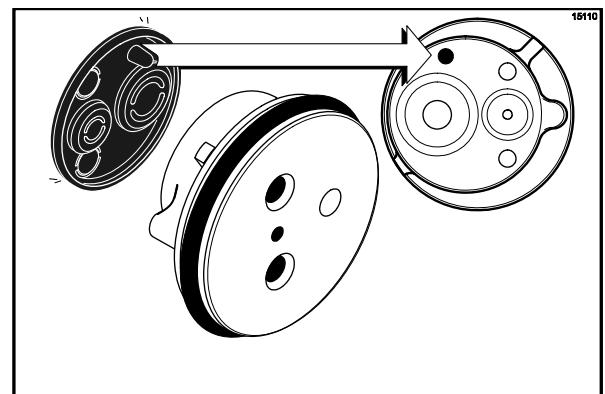

Abbildung 147
6. Die Pumpenventildichtung in die Löcher der Ventilkappe einsetzen. Diese Dichtung NICHT SCHMIEREN! (Siehe Abbildung 147.)